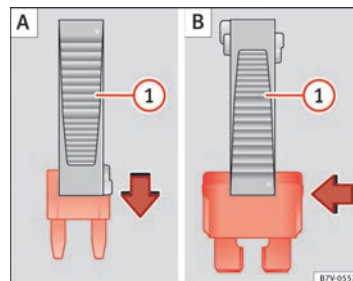

Fig. 204 Extraer o colocar un fusible.
- En el caso de *fusibles pequeños*, encaje la pinza desde arriba ⇒ fig. 204 **(A)**.